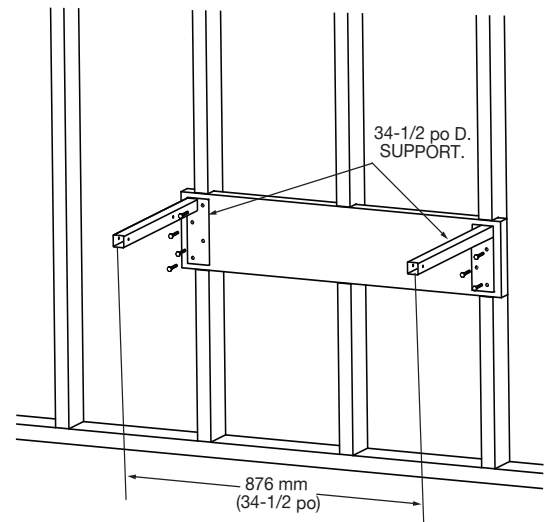

Figure 2.
- Les supports doivent être à niveau et placés sur l'étrier horizontal 2x8 à des positions espacées de 34-1/2 po. Marquez l'emplacement de ces trous sur le 2x8. **Figure 2.**